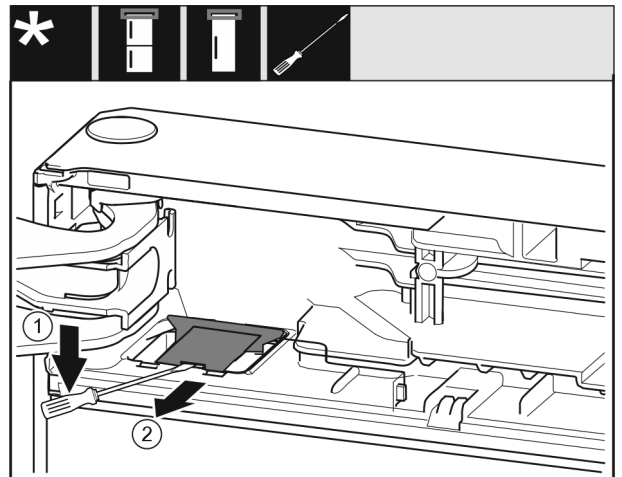

Fig. 10
Ravnim odvijačem otkopčajte pokrov i potom ga podignite. Fig. 10 (1)
Izvadite pokrov. Fig. 10 (2)